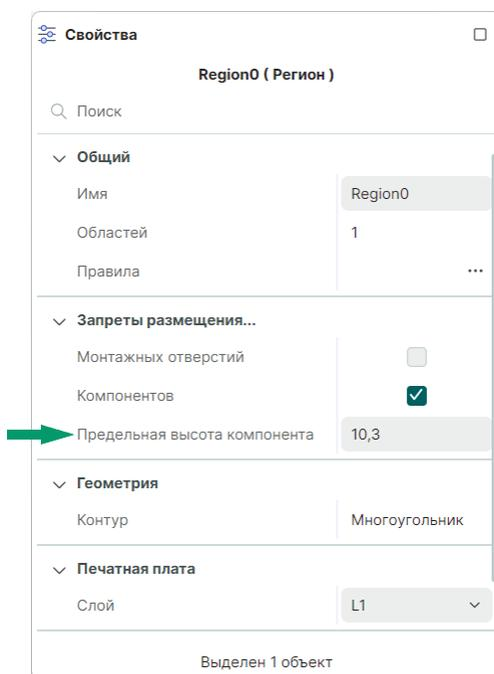

Рис. 169 Предельное значение высоты для компонента в регионе
- Задайте требуемое значение высоты в текстовом поле «Свойства» → «Запреты размещения...» → «Предельная высота компонента», см. Рис. 169. Значение устанавливается в тех единицах измерения, которые используются в данном проекте.